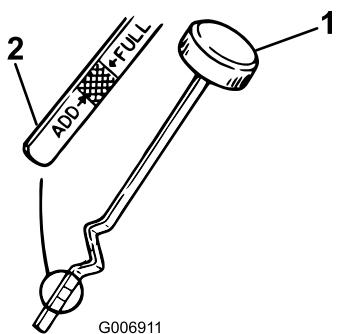

Figure 19
7. Retirez la jauge d'huile et essuyez soigneusement l'extrémité métallique (Figure 19).